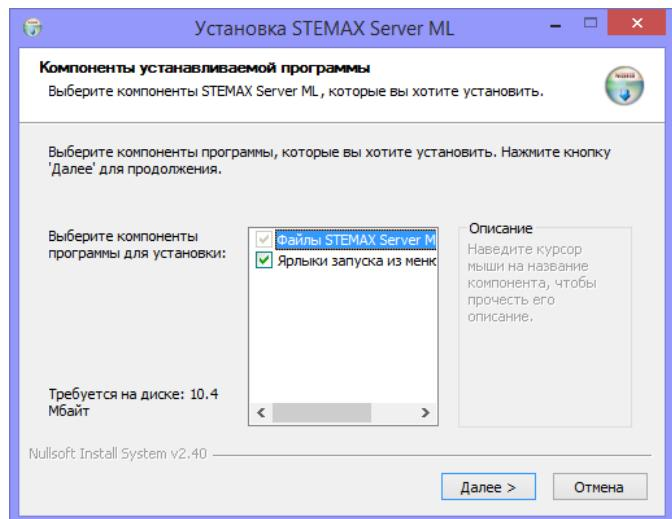

Рисунок 2.1 – Выбор устанавливаемых компонентов
2. В открывшемся окне (см. рисунок 2.1) нажмите кнопку **Далее >**.